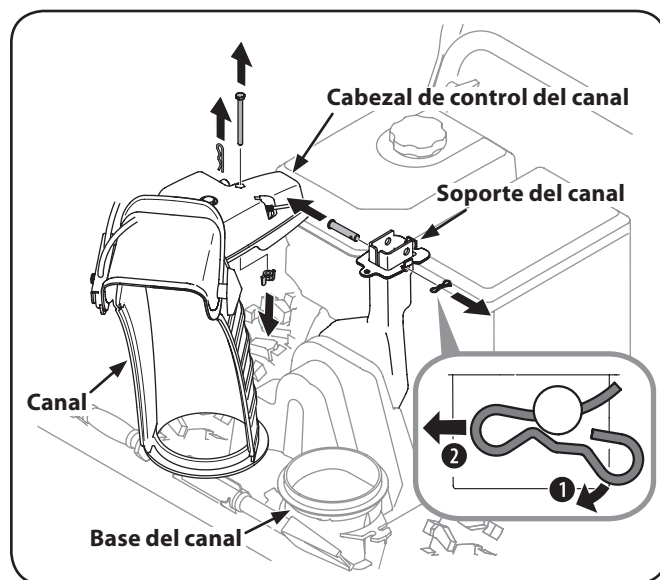

Figura 3-3
1. Retire el pasador de chaveta, la tuerca de mariposa y el tornillo hexagonal del cabezal de control del canal, y el pasador de horquilla y el pasador de chaveta con unión curva de la ménsula de soporte del canal. Vea la Figura 3-3.